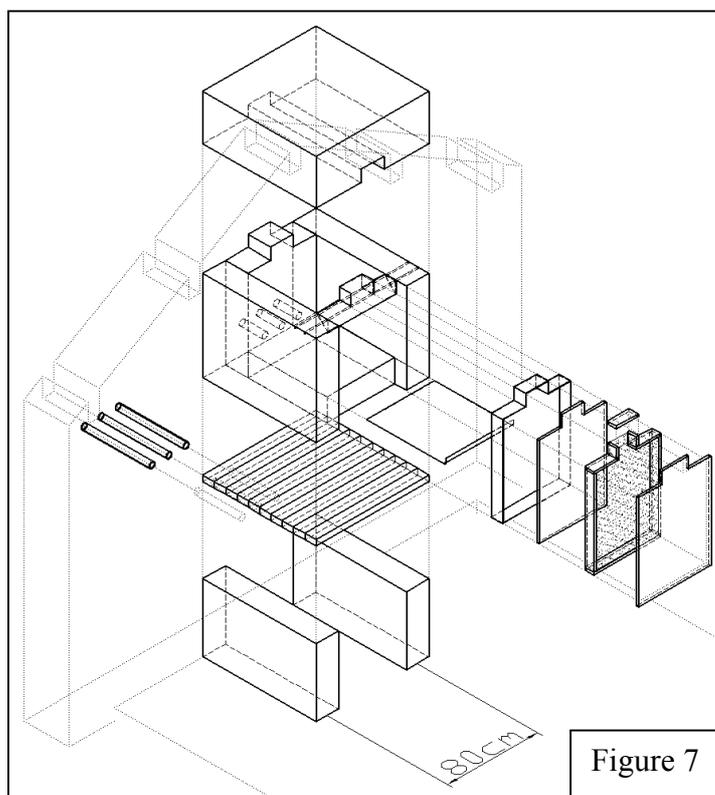

Figure 7
- construire à l'intérieur de la maison deux murs de 1.60 m de hauteur, 80 cm de largeur et 30 cm d'épaisseur. Ils sont distants de 80 cm (figure 7).